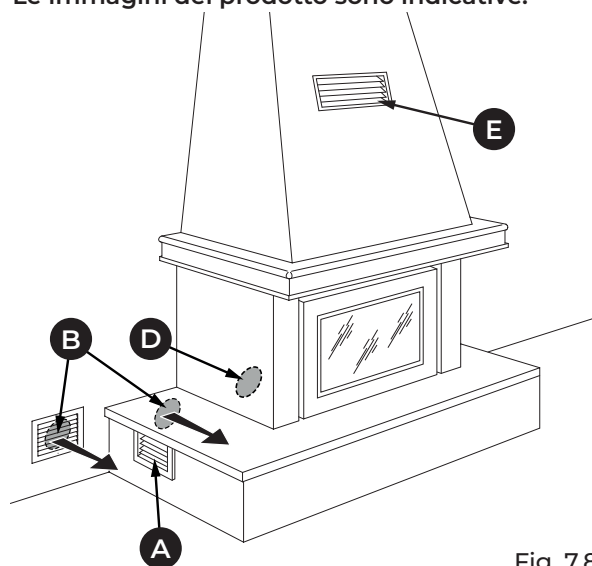

Fig. 7.8
- Fig. 7.8: griglia inferiore (A) in dotazione sul rivestimento e presa d'aria esterna (B) per il ricircolo dell'aria ambiente da realizzare internamente oppure esternamente al rivestimento.